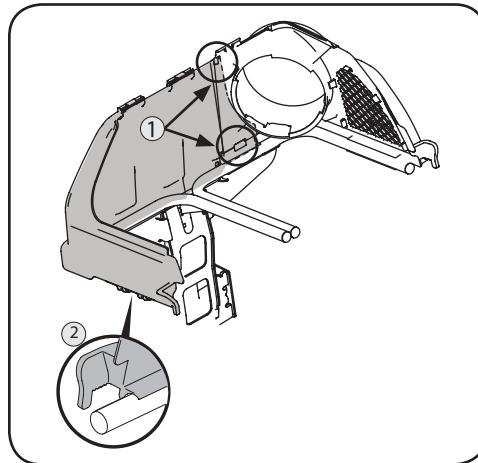

Figura 4-10
3. Deslice la cubierta de la embolsadora del lado izquierdo sobre el soporte del canal superior y el conjunto del soporte de la bolsa. Trabe con precaución las dos lengüetas en su lugar en el frente del soporte del canal superior, consulte 1 en la Figura 4-10. Coloque los cierres a presión sobre el soporte de riel de la embolsadora del lado izquierdo. Vea 2 en la Figura 4-10.